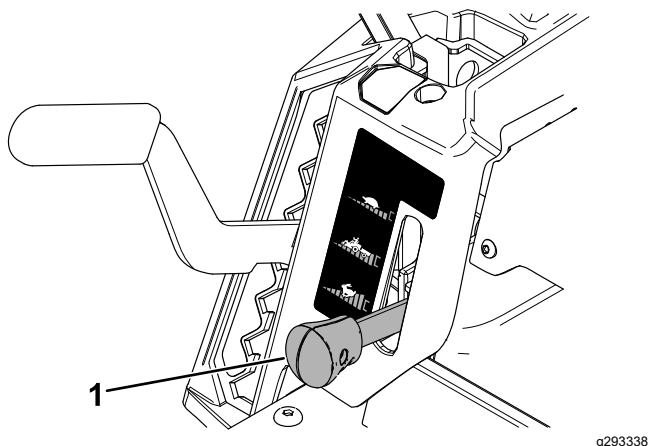

**Рисунок 26**
2. Для перемещения назад медленно передвиньте рычаги управления движением назад (**Рисунок 26**).